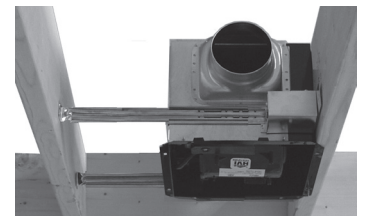

Fig. 5.1
- Montez l'appareil à égalité du bas des solives du plafond puis fixez l'épaulement du boîtier au bas de la solive à l'aide des deux (2) vis fournies. (Fig. 5.1) **[vis 1 1/2 pouce]**